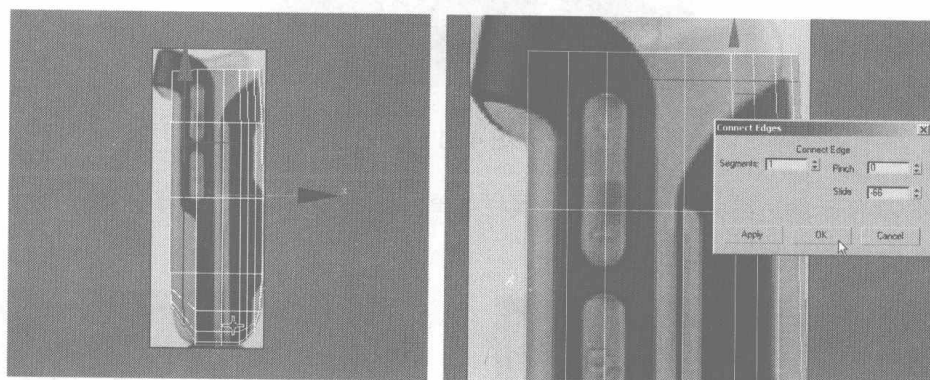
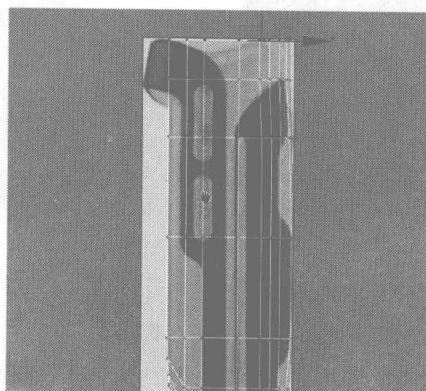

图 4.26
图 4.27
- 17** 在 Left 视图添加如图 4.26 所示的细分线，再适当地调整各节点到如图 4.27 所示。